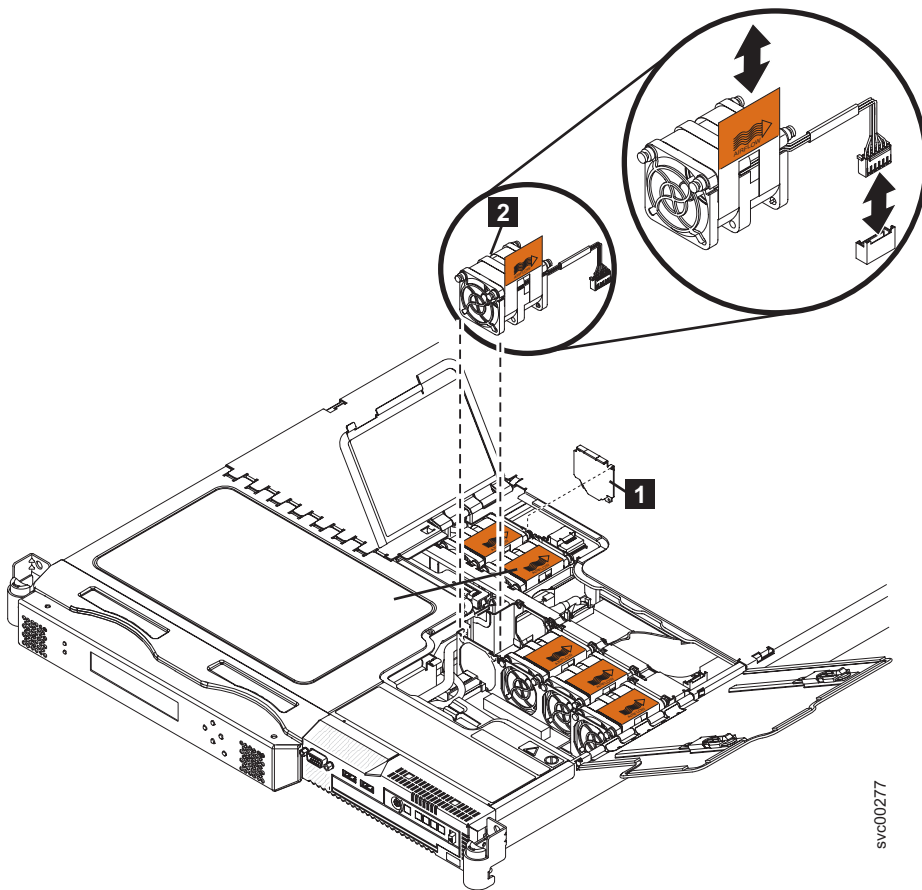

図 227. SAN ポリユーム・コントローラー 2145-8G4 のファン 3
7. 図 227 に示すように、ファン 3 を再取り付けします。